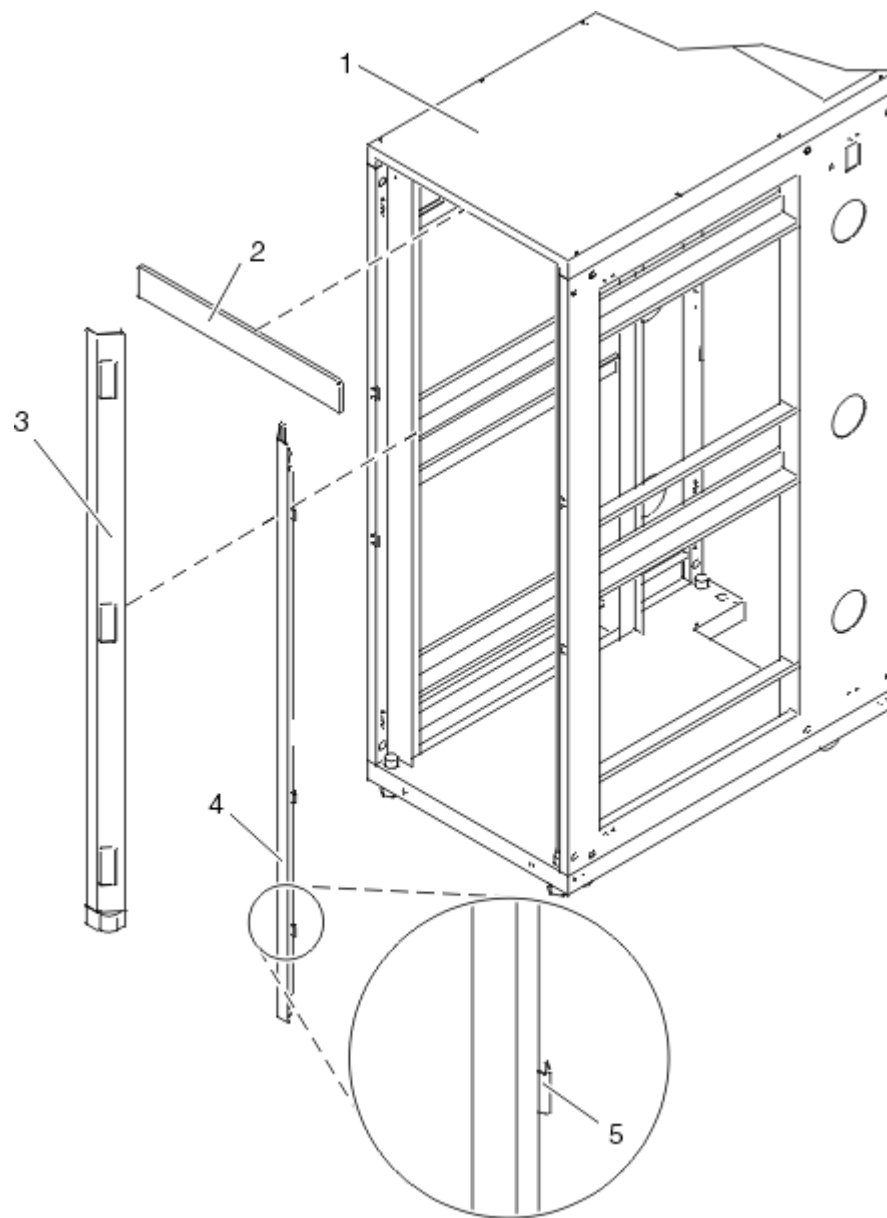

Figura 4. Removendo os painéis de guarnição
2. Se eles estiverem instalados, remova os painéis de guarnição superior, esquerdo e direito. Os painéis de guarnição são mantidos no lugar com os cliques de mola. Consulte Figura 4 na página 6.